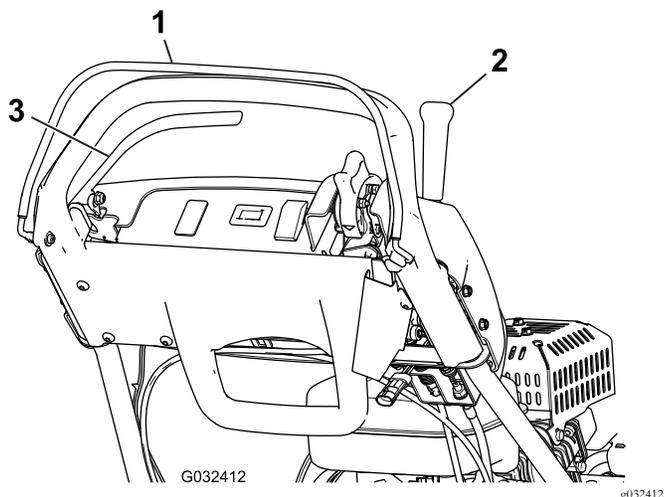

图31
3. 放开操作员到位控制装置后尝试接合牵引杆图31。牵引杆应该不能接合。如果牵引杆能够接合则需要对联锁系统进行维修。请在操作之前解决该问题请参阅 维护牵引联锁开关 \(页码 26\)。
4. 压下操作员到位控制装置并接合牵引杆然后松开操作员到位控制装置图31。牵引杆应脱离。如果牵引杆不能分离则需要对联锁系统进行维修。请在操作之前解决该问题请参阅 维护牵引联锁开关 \(页码 26\)。
5. 压下操作员到位控制装置并将换档控制杆移至左侧接合牵引和滚刀驱动装置然后松开操作员到位控制装置图31。牵引杆应脱离。如果牵引杆不能分离则需要对联锁系统进行维修。请在操作之前解决该问题。请参阅 维护牵引联锁开关 \(页码 26\) 或 调整滚刀控制装置 \(页码 29\)。
6. 压下操作员到位控制装置并将换档控制杆移至左侧接合牵引和滚刀驱动装置将换档控制杆移至右侧分离滚刀驱动装置图31。滚刀驱动装置应分离。如果滚刀驱动不能分离则需要对联锁系统进行维修。请在操作之前解决该问题。请参阅 调整滚刀控制装置 \(页码 29\)。
2. 压下操作员到位控制装置接合牵引杆并使发动机控制装置处于启动位置图31。尝试启动发动机。发动机不应启动。如果发动机启动则需要对联锁开关进行维修。请在操作之前解决该问题。请参阅 维护牵引联锁开关 \(页码 26\)。
2. 分离牵引杆接合刹车并使发动机控制装置处于启动位置图31尝试启动发动机。发动机应启动。如果发动机没有启动则需要对联锁开关进行维修。请在操作机器之前纠正该问题请参阅 维修刹车联锁开关 \(页码 27\)。
3. 发动机运行时接合脚踏刹车而非手刹压下操作员到位控制装置并接合牵引杆图31。发动机应慢慢减速但不应熄火。如果发动机快速关闭则需要对联锁开关进行维修。请在操作机器之前纠正该问题请参阅 维修刹车联锁开关 \(页码 27\)。
4. 发动机运行时接合手刹锁定装置按下操作员到位控制装置并接合牵引杆图31。发动机应关闭。如果发动机没有关闭则需要对联锁开关进行维修。请在操作之前解决该问题请参阅 维修刹车联锁开关 \(页码 27\)。